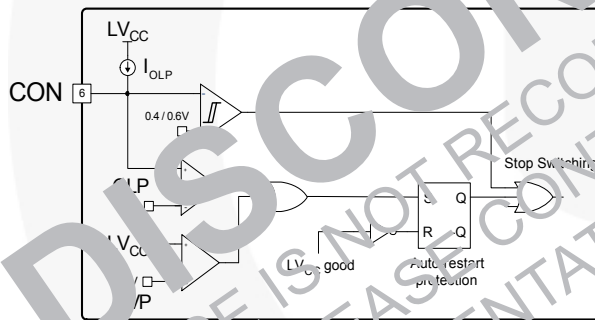

图 21. 控制引脚的内部框图
4. 控制引脚：FAN7621B 具有一个用于保护、周期跳跃和远程开/关的控制引脚。图 21 显示控制引脚的